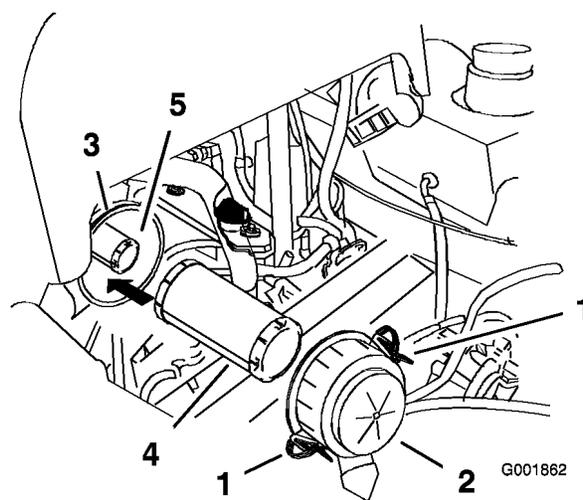

Figure 40
4. Ouvrez les dispositifs de verrouillage du filtre à air et enlevez le couvercle du corps du filtre (Figure 40).
6. Sortez l'élément principal du corps du filtre avec précaution (Figure 40). Évitez de cogner l'élément à l'intérieur du corps.
1. Ne nettoyez pas l'élément en papier. Remplacez-le toutes les 200 heures de fonctionnement (Figure 40).
2. Si vous remplacez l'élément de sécurité, insérez-le avec précaution dans le corps du filtre (Figure 40).
3. Placez ensuite l'élément principal sur l'élément de sécurité avec le même soin (Figure 40). Assurez-vous qu'il est bien engagé en appuyant sur le rebord extérieur.
4. Reposez le couvercle du filtre à air, le côté portant l'inscription "UP" en haut, et fermez les dispositifs de verrouillage (Figure 40).